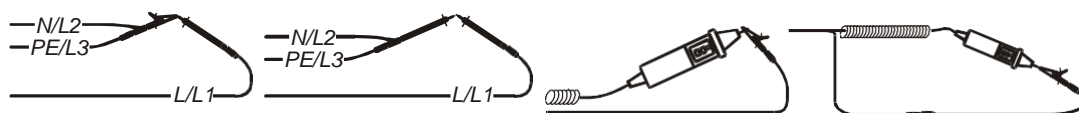

Figura 5-5: Cavi di prova cortocircuitati
1. Collegare come in figura 5.5.